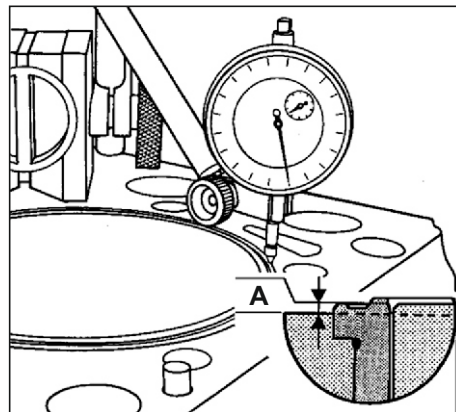

Рис. 45. Контроль установки гильзы.
4. Проверить выступ бурта гильз (см. **Рис. 45**) над плоскостью блока.